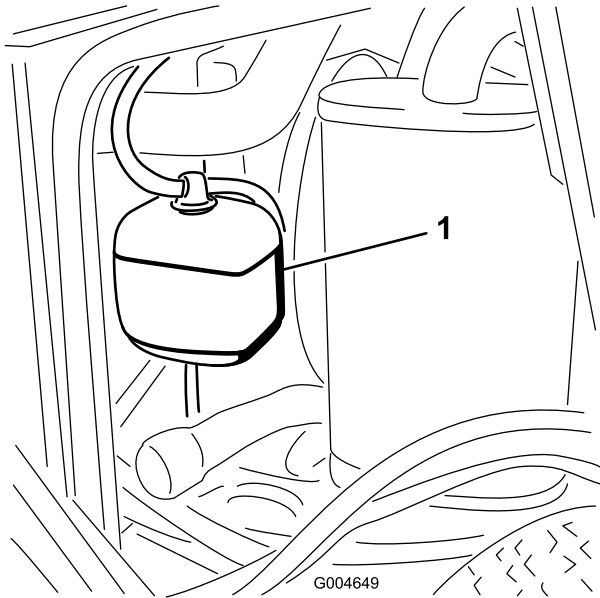

Figura 51
1. Verifique o nível de líquido de arrefecimento do depósito secundário (Figura 51). Este deve situar-se entre as marcas existentes no exterior do depósito.